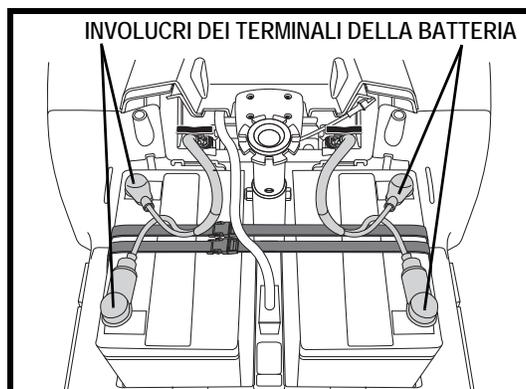

Figura 12. Rimozione/installazione della batteria
3. Scollegare il gruppo della batteria sollevandolo verso l'alto. **Vedere figura 12.**